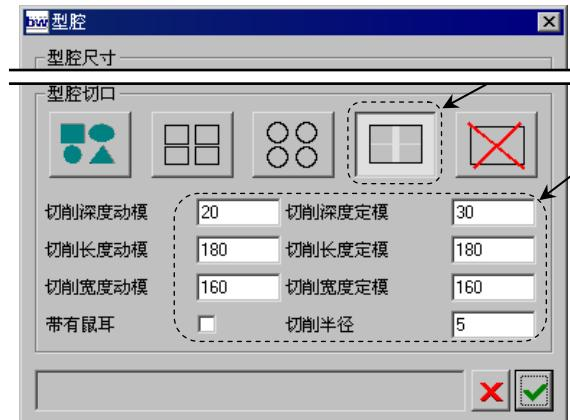

图 31.52 “型腔”对话框
Step1. 在“模架定义”对话框的下方单击“打开型腔对话框”按钮 ，系统弹出图 31.52 所示的“型腔”对话框。
Step2. 在“型腔”对话框中进行图 31.52 所示的设置，然后单击 按钮。